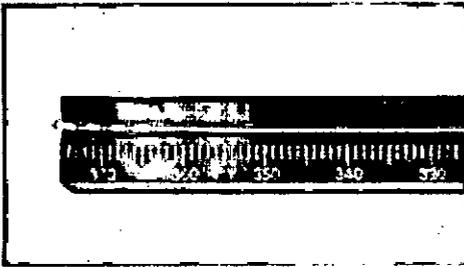

Figura 24
6. Coloque la zona de contacto de la guía en el extremo del elemento de medición. (Ver Figura 24)